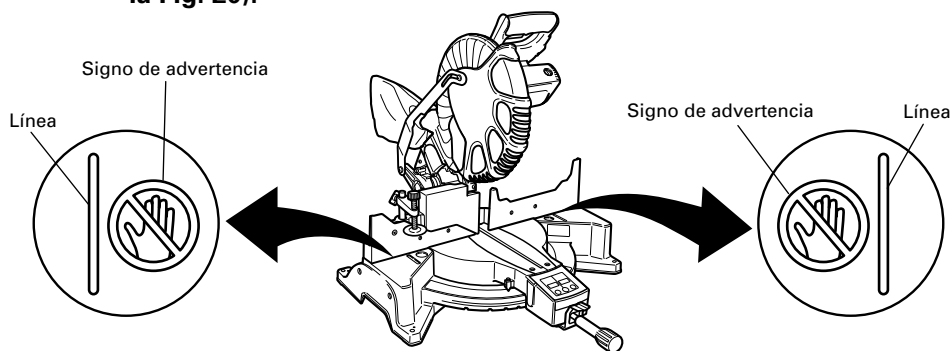

Fig. 20
* No coloque nunca sus miembros dentro de la línea cerca del signo de advertencia mientras está utilizando la herramienta. Esto podría resultar peligroso (consulte la Fig. 20).